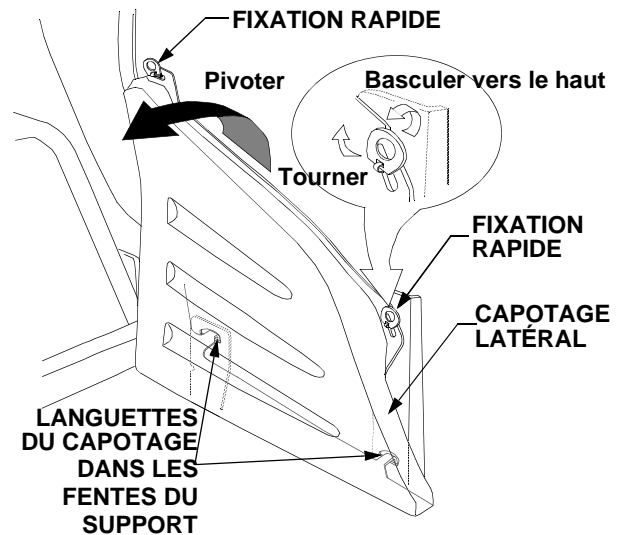

Figure 35
- Faites basculer les languettes des deux fixations rapides vers le haut et tournez-les pour qu'elles s'alignent sur les fentes du capotage latéral. Voir la Figure 35.
- Faites pivoter le haut du capotage latéral jusqu'à ce que les deux languettes situées au bas du capotage se laissent retirer des fentes ménagées dans les supports de capotage ; ensuite, retirez le capotage latéral. Voir la Figure 35.
- Insérez les deux languettes dans les fentes des supports recevant le capotage latéral. Voir la Figure 35.